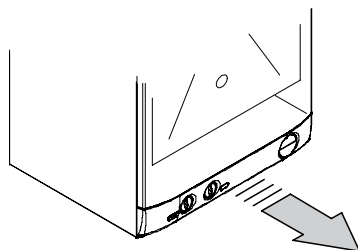

Figura 5.6
- Estrarre frontalmente il pannello comandi per accedere alla morsettiera di alimentazione Figura 5.6.